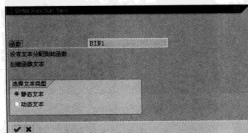
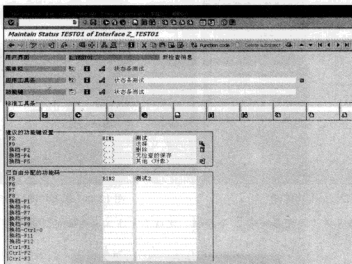

图 12-40 选择“静态文本”选项
图 12-47 设置“功能键”
STEP 5 在弹出的对话框中选择“静态文本”选项，然后单击“确认”按钮继续，如图 12-40 所示。
STEP 1 在图 12-40 中单击“功能键”后将其展开，如图 12-47 所示。